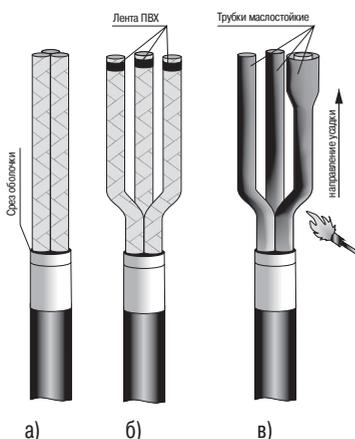

Рисунок 8.
4.16 Снять оболочку с конца кабеля до первого кольцевого надреза. Надеть временный бандаж из 2–3 витков ХБ ниток на полупроводящую бумагу у среза оболочки. Удалить полупроводящую бумагу, поясную изоляцию, корделии и расцветочные ленты фазной изоляции (при их наличии). Убрать ниточный бандаж (рисунок 8а).
4.17 Развести жилы кабеля с радиусом изгиба жил не менее 10-кратной высоты сектора или диаметра жилы по изоляции. Обезжирить их салфеткой, смоченной в бензине или ацетоне. Закрепить фазную изоляцию на концах жил бандажом из 2–3 витков ПВХ ленты (рисунок 8б).
4.18 Надеть на жилы кабелей маслястойкие трубки (прозрачные) до упора в «корешок» разделки кабеля. При необходимости обрезать верхнюю часть трубок по длине жилы. Усадить каждую трубку, начиная с «корешка», равномерным прогревом пламени горелки, и далее к концу жилы (рисунок 8в).